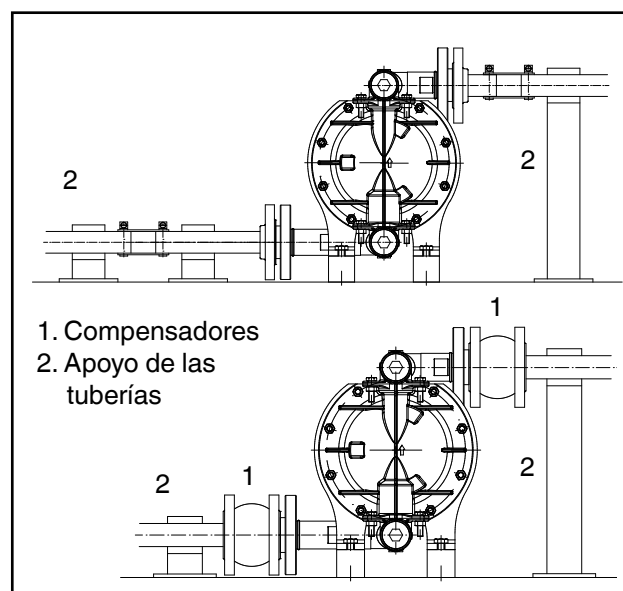

Fig. 3: Sugerencia de emplazamiento para la bomba de membrana
**Indicación: Se recomienda montar en los lados de aspiración y de presión de la bomba una manguera flexible, con estabilidad de forma y resistente a la presión, o un compensador (Fig. 3). Así se evita la transferencia de sacudidas a la bomba.**